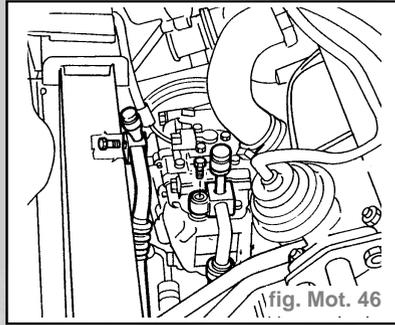

fig. Mot. 46
- En manoeuvrant les fixations indiquées, débrancher les tubulures du compresseur-conditionneur (fig. Mot. 46).